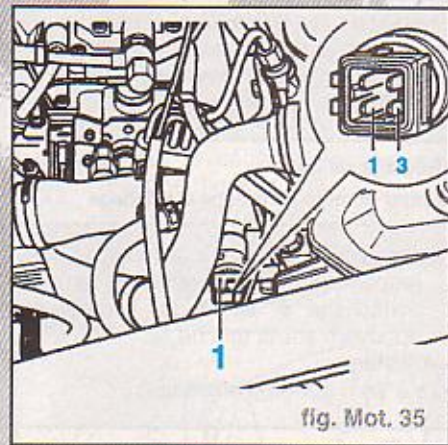

fig. Mot. 35
- Débrancher la fiche du transmetteur de température de liquide de refroidissement (1) (fig. Mot. 35).